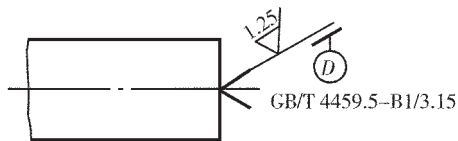
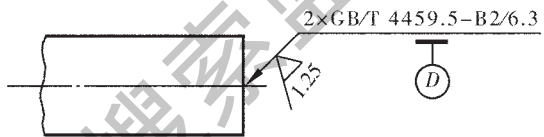

图 3
图 4
4.1.3 以中心孔的轴线为基准时，基准代号可按图 3、图 4 的方法标注。
4.1.4 中心孔工作表面的粗糙度应在引出线上标出，如图 3 和图 4 所示。如同一轴的两端中心孔相同，可只在其一端标出，但应注出其数量，见图 4。